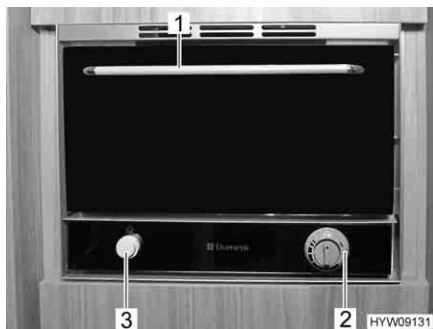

Fig. 74 Forno a gas
- Premere il tasto per l'illuminazione (Fig. 74,3). L'illuminazione interna resta accesa finché rimane premuto il tasto.
- Aprire completamente lo sportello del forno mediante la maniglia (Fig. 74,1).
- Premere, tenere premuto e ruotare in senso antiorario il pomello girevole (Fig. 74,2) fino a portarlo sull'impostazione desiderata. Tenere premuto il pomello girevole (Fig. 74,2) per altri 5 a 10 secondi. L'accensione avviene automaticamente.
- Rilasciare il pomello girevole (Fig. 74,2).
- Premere, tenere premuto e ruotare in senso orario il pomello girevole (Fig. 74,2). Tenere premuto il pomello girevole (Fig. 74,2) per altri 5 a 10 secondi. L'accensione avviene automaticamente.
- Ruotare il pomello girevole (Fig. 74,2) su "O". La fiamma si spegne.